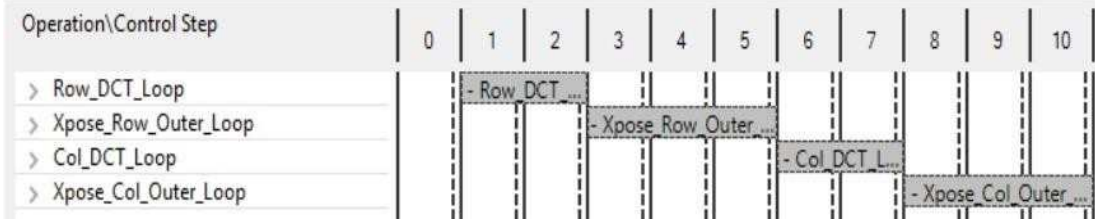

图 6-10:DCT_2D 性能视图
6. 在模块层次结构窗格中，单击函数 **dct_2d** 以导航到该函数的视图中(图 6-10)。
在**性能配置 (Performance Profile)**文件中, 您可以看到所有循环的延迟已经大大减少(与图 6-10 中的早期报告相比, Row DCT Loop 和 Col DCT loop 的延迟大约减少了一半)。但是, 大部分延迟仍然是由于这两个循环造成的, 每个循环都调用 dct_1d 块。